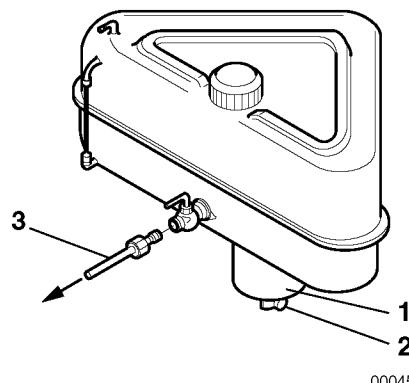

Figura 1
1. Coloque un contenedor bajo el grifo de vaciado (**Figura 1, (2)**) para recoger el combustible.